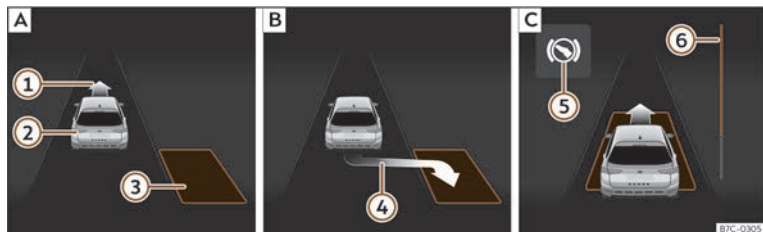
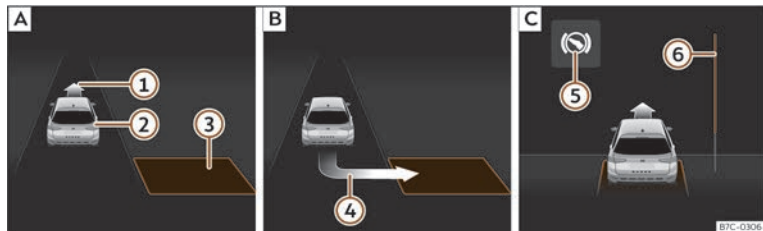

Fig. 134 A la pantalla del quadre d'instruments: aparcar en línia. **[A]**: Cercar un espai d'aparcament. **[B]**: Posició per aparcar. **[C]**: Maniobrar.
Fig. 135 A la pantalla del quadre d'instruments: aparcar en bateria. **[A]**: Cercar un espai d'aparcament. **[B]**: Posició per aparcar. **[C]**: Maniobrar.
- Mireu la visualització de la pantalla del quadre d'instruments si s'ha detectat l'espai en qüestió com a "apropiat" i si s'ha arribat a la posició correcta per aparcar-hi >>> **fig. 134 [B]**
o >>> **fig. 135 [B]**. L'espai es considera "apropiat" si a la pantalla del quadre d'instruments hi apareix la indicació d'aparcar ④.
- Retrocediu fins que soni el senyal continu del ParkPilot; **O BÉ:** retrocediu fins que a la pantalla del quadre d'instruments aparegui la indicació de fer marxa endavant >>> **fig. 134**  o >>> **fig. 135** ; **O BÉ:** retrocediu fins que a la pantalla del quadre d'instruments aparegui el missatge **Park Assist finalizado**. La barra de progrés  indica la distància que cal recórrer.
- Feu marxa endavant fins que soni el senyal continu del ParkPilot; **O BÉ:** feu marxa endavant fins que a la pantalla del quadre d'instruments aparegui la indicació de fer marxa enrere. El sistema d'aparcament assistit dirigeix el vehicle marxa endavant i marxa enrere fins a centrar-lo en l'espai buit >>> **fig. 134**  o >>> **fig. 135** .
La barra de progrés >>> **fig. 134**  i >>> **fig. 135**  mostra simbòlicament a la pantalla del quadre d'instruments la distància relativa que queda encara per recórrer. Com més gran és la distància, més plena és la barra de progrés. En circular marxa endavant, el contingut de la barra de progrés disminueix cap amunt, i en circular marxa enrere, disminueix cap avall.